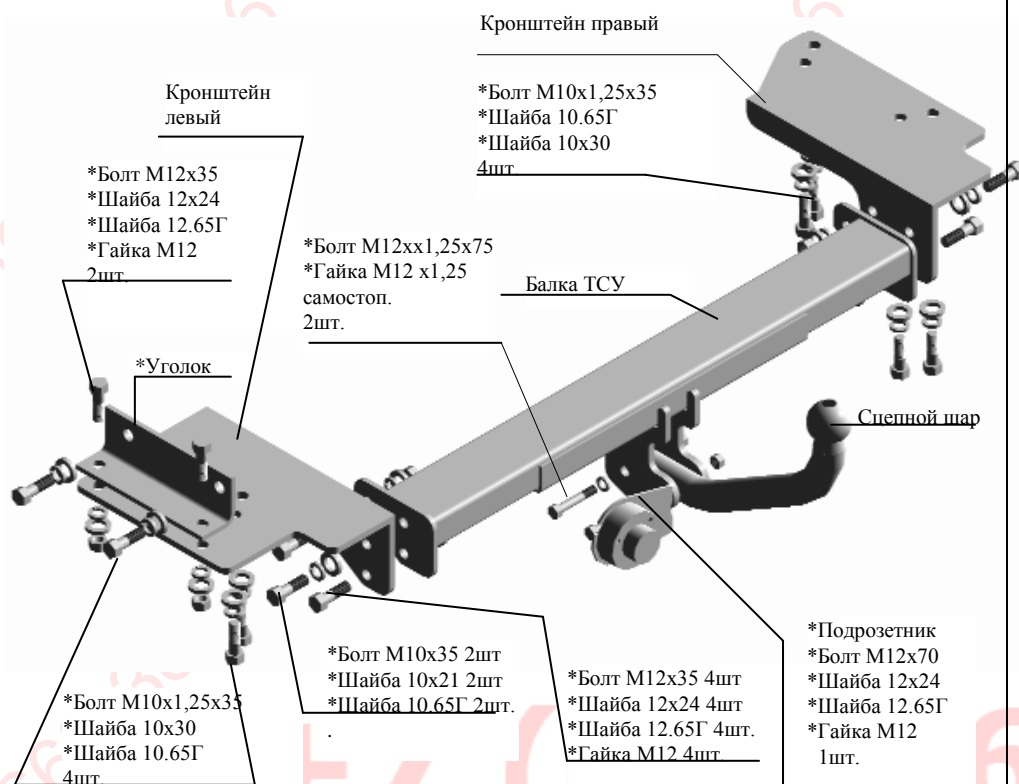

Рис.1 Тягово-сцепное устройство ТСУ 7310 KC2
2.1 ТСУ 7310 КС2 в сборе (рис.1)	1 шт.
2.2. Пакет комплектующих (рис.1)